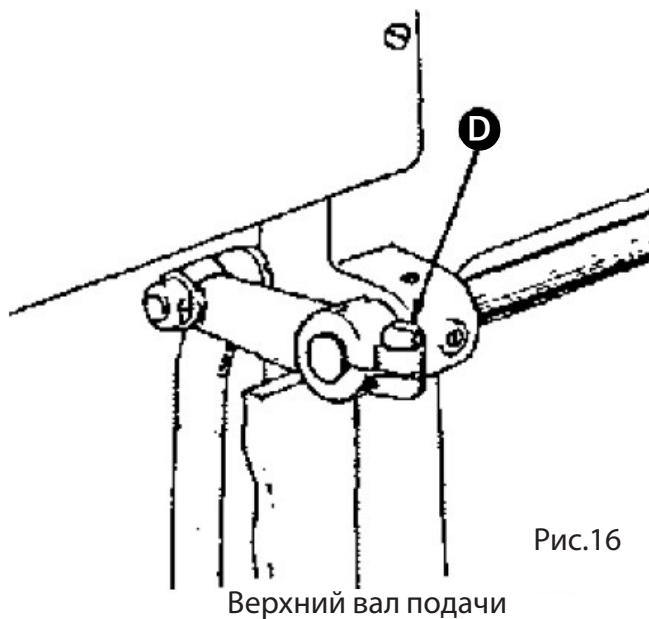

Рис.16
1. Ослабьте винт (D) (рис.16) на верхнем качающемся валу.
3. После установки плотно закрепите винт (D).